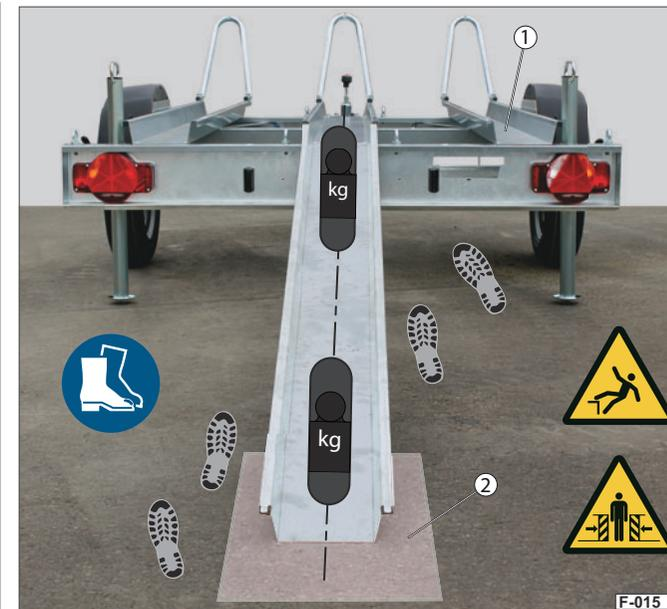

Abb. 15 Auffahrschiene positioniert / gesichert
- ▶ Prüfen Sie vor dem Benutzen der Auffahrschiene, dass diese im weichen Untergrund nicht einsinken kann, z.B. (bei sandigem Boden, Wiese, Schotter, etc.) - legen Sie ggf. eine feste Unterlage (Abb. 15/2) unter die Auffahrschiene.
- ▶ Steigen Sie auf den Anhänger besonders vorsichtig auf - benutzen Sie die seitlichen Standschienen (Abb. 15/1) als Standfläche.